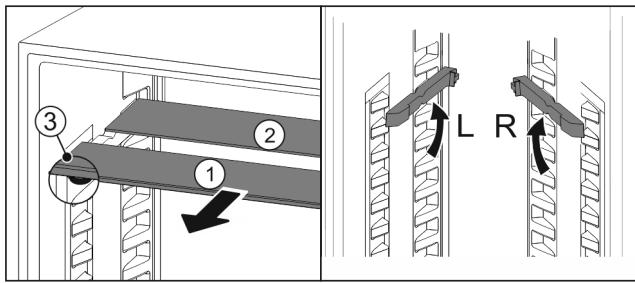

Fig. 133
- Glasplatten einzeln nach vorne herausziehen Fig. 133 (1).
- Glasplatte Fig. 133 (1) mit Zierleiste liegt vorne.
- Stopps Fig. 133 (3) zeigen nach unten.